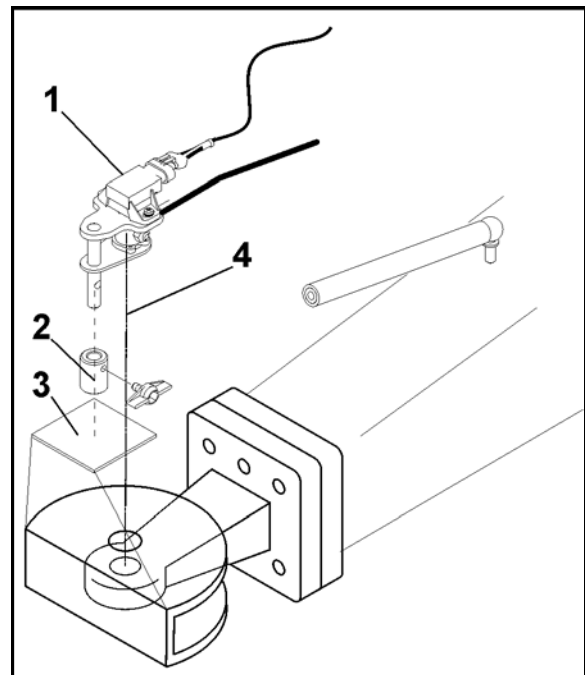

Bild 117
- Avståndet mellan kopplingspunkten och vinkelgivaren (**Bild 117/ X**) bör vara så litet som möjligt (särskilt vid dragstång för hitchkrok).